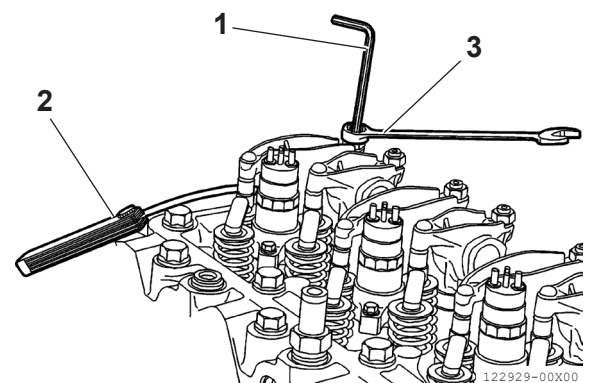

Figura 24
2. La regolazione del gioco tra i bilancieri e le aste di spinta delle valvole di scarico e di aspirazione deve essere eseguita rigorosamente utilizzando una chiave a brugola (Figura 24, (1)), uno spessimetro (Figura 24, (2)) e una chiave ad anello (Figura 24, (3)).